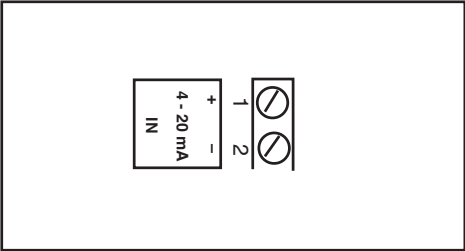

图8. 连接
2. 供给空气应符合IEC 770或ISA 7.0.01标准的要求。应在供气管前方安装凝聚式过滤器（如图8）。此时，将气源与连接至PMV D20定位器的过滤器相连。
5. 不论哪种作用方式（直接或反向），用连接管连接定位器的输出口接头（如图8）。
注意：*PMV D20*的输入回路电流信号应采用屏蔽电缆。必须仅在电缆的一端将屏蔽垫片接地，以消除电缆周围的电噪声。一般而言，应该在电源处连接屏蔽线。（如图8）